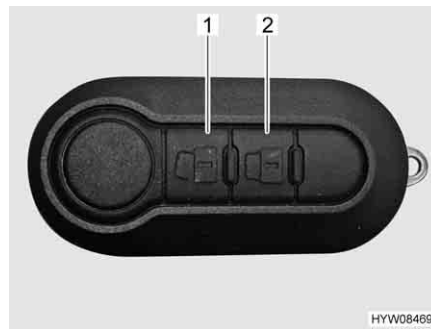

Fig. 37 Télécommande du verrouillage centralisé
- Appuyer une fois brièvement sur la touche  (Fig. 37,1). Les serrures de porte sont déverrouillées.
- Appuyer une fois brièvement sur la touche  (Fig. 37,2). Les serrures de porte sont verrouillées.